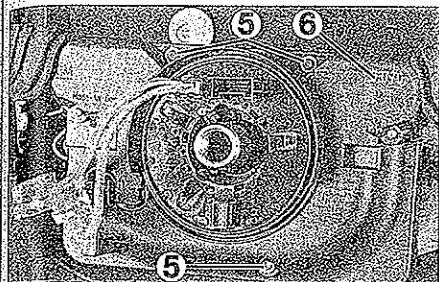

FIG. 7
- los tres tornillos (5) de la unidad de mando (6) (fig. 7).